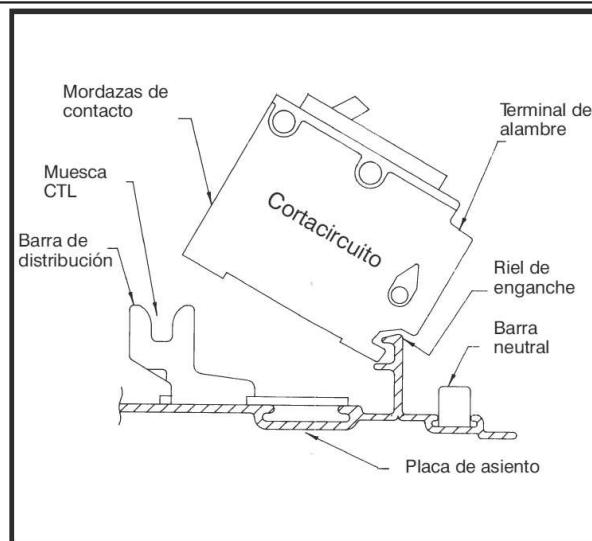

FIG. 1
4. Encajar el dorso del dispositivo con las lengüetas de montaje en el panel/centro de carga (fig. 1).
5. Para dispositivos enchufables (fig. 1) oprimir firmemente hacia abajo en el frente del dispositivo para encajar las lengüetas terminales de alimentación en el centro de carga.